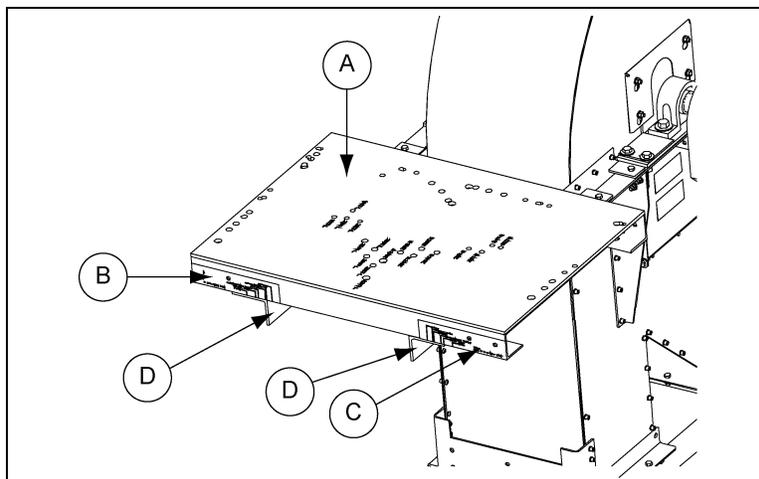

Рисунок 11А Пластина опоры электродвигателя
5. С помощью соответствующих болтов зафиксируйте опору электродвигателя на уголках верхнего подшипника. (см. рисунок 11А на стр. 36.)